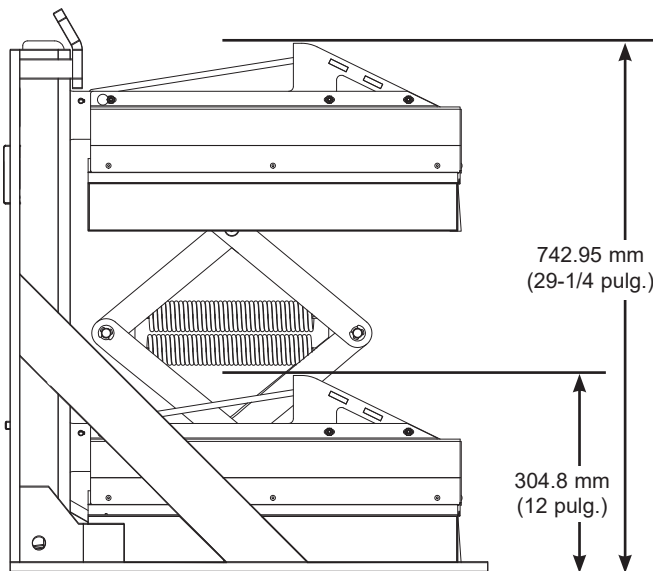

Figura 5
- Todos los modelos Stop-Tite con el gancho de retención alto estándar de un solo nivel tienen un margen de servicio de 304.8 mm a 742.95 mm (12 a 29-1/4 pulg.). Consulte la Figura 5.